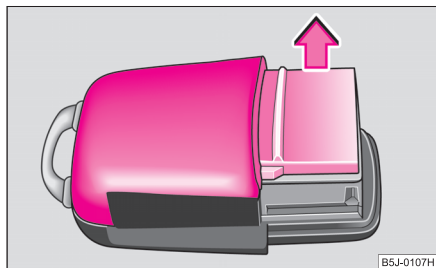

Fig. 19 Couvercle du boîtier de l'émetteur
- Retirez le couvercle du boîtier de l'émetteur ⇒ fig. 19 dans le sens de la flèche.